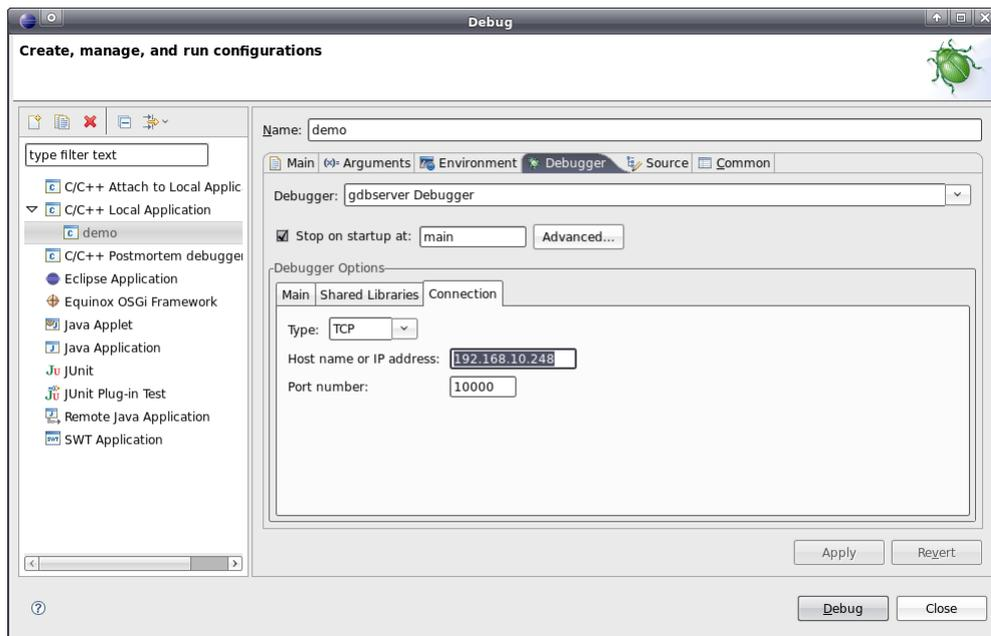

Bild 60: Konfiguration der Verbindung zum Target
Dabei ist `"192.168.10.82"` die IP-Adresse des Linux-Entwicklungssystems (zur Ermittlung der IP-Adresse siehe Abschnitt 6.5). Die nach dem Doppelpunkt folgende Portnummer (hier: `"10000"`) ist frei wählbar, sie muss jedoch mit der nachfolgend im Punkt 2.3 innerhalb von Eclipse für die Target-Verbindung angegebenen Portnummer korrespondieren (auch siehe Bild 60).
2.3 Konfiguration der Verbindung zum Target (siehe Bild 60)
Die Konfiguration der Verbindung zum Target erfolgt ebenfalls im Tabsheet "Debugger". Dazu sind in der Sektion "Debugger Options" im Unter-Tabsheet "Connection" die entsprechenden Informationen einzutragen (siehe Bild 60). Im Feld "Host name or IP address" ist die im Abschnitt 5.4 festgelegte IP-Adresse für das ECUcore-9263 einzutragen (für das angegebene Beispiel: "192.168.10.248"). Im Feld "Port number" ist die beim Aufruf des Befehls "gdbserver" im Punkt 1.4 definierte Portnummer anzugeben (für das angegebene Beispiel: "10000").